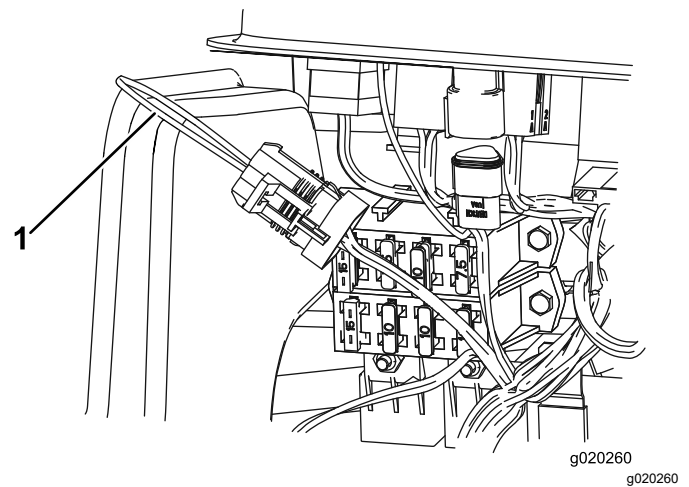

Figure 37
3. Localisez le faisceau de câblage et le connecteur de bouclage (Figure 37).